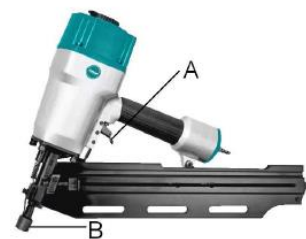

Fig. 3
- a) Presați ușor siguranța de declanșare pe piesa de prelucrat. Apoi acționați pârghia de acționare pentru a declanșa tragerea (poz. A, fig. 3).
- b) Acționați mai întâi pârghia de acționare și apoi siguranța de acționare, presându-le în poziția dorită. Unealta va declanșa o tragere imediat ce acționați din nou siguranța de acționare (poz. B, fig. 3).